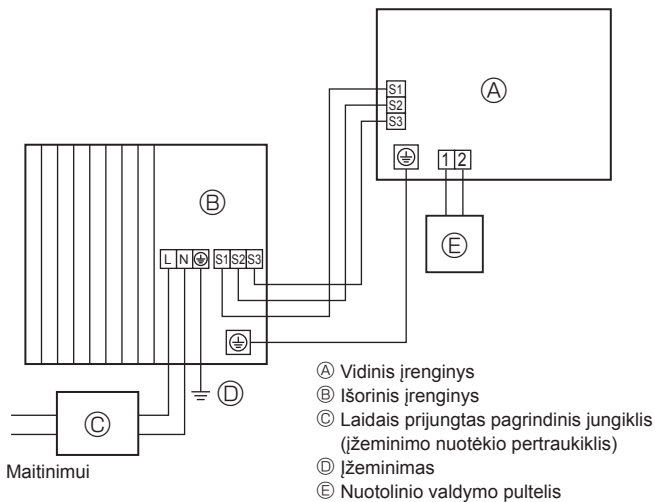
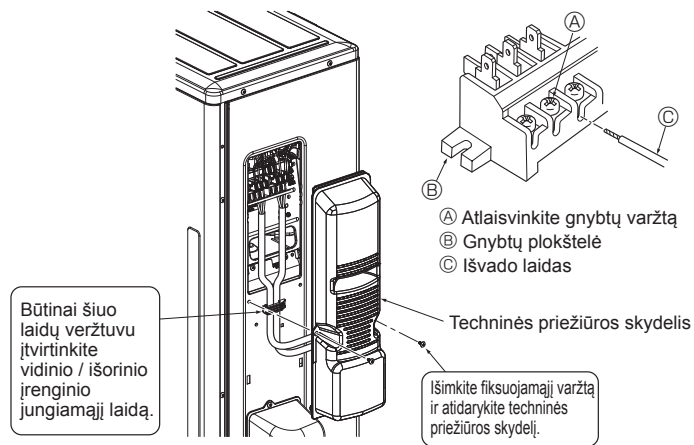
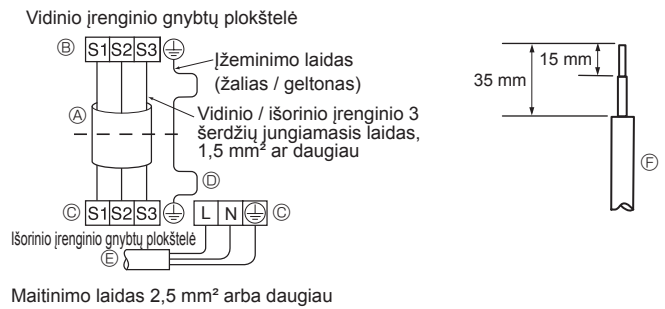

Fig. 6-1
Fig. 6-3
Fig. 6-2
6.1. Išorinis įrenginys (Fig. 6-1, Fig. 6-2, Fig. 6-3)
- ① Nuimkite techninės priežiūros skydelį.
- ② Prijunkite laidus pagal Fig. 6-1, Fig. 6-2 ir Fig. 6-3.
- Laidus prijunkite kaip parodyta schemoje (apatiniame kairiajame kampe). (Laidą įsigykite vietoje) (Fig. 6-2)